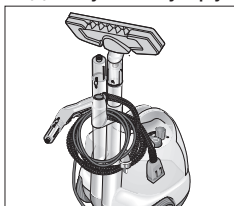

Рис. 10: складання приладдя
- Вставте обидві подовжувальні трубки, кожен окремо, у тримачі для приладдя (А5) на зворотній стороні приладу. Насадіть сопло для підлоги (Н1) на подовжувальну трубку (див. рис. 10).